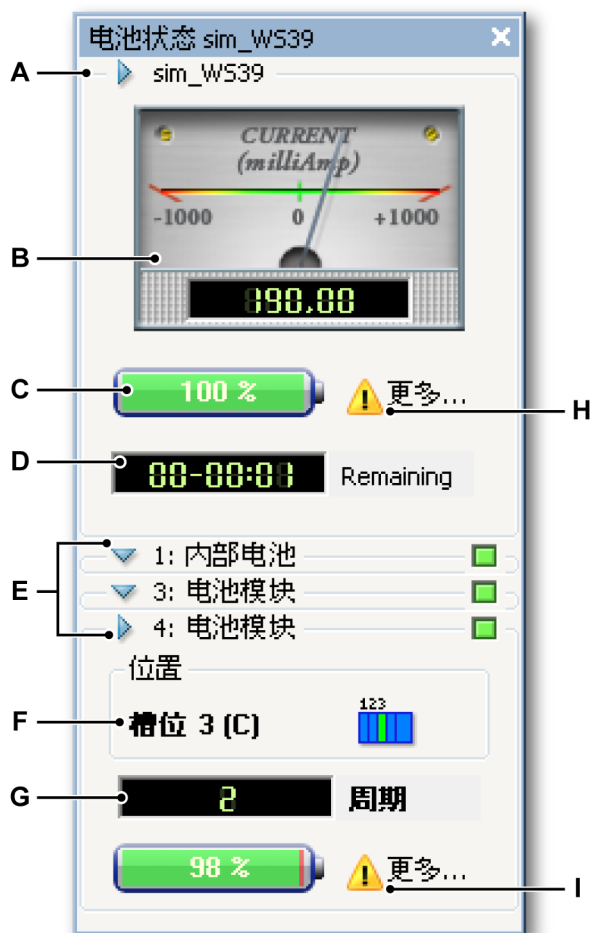
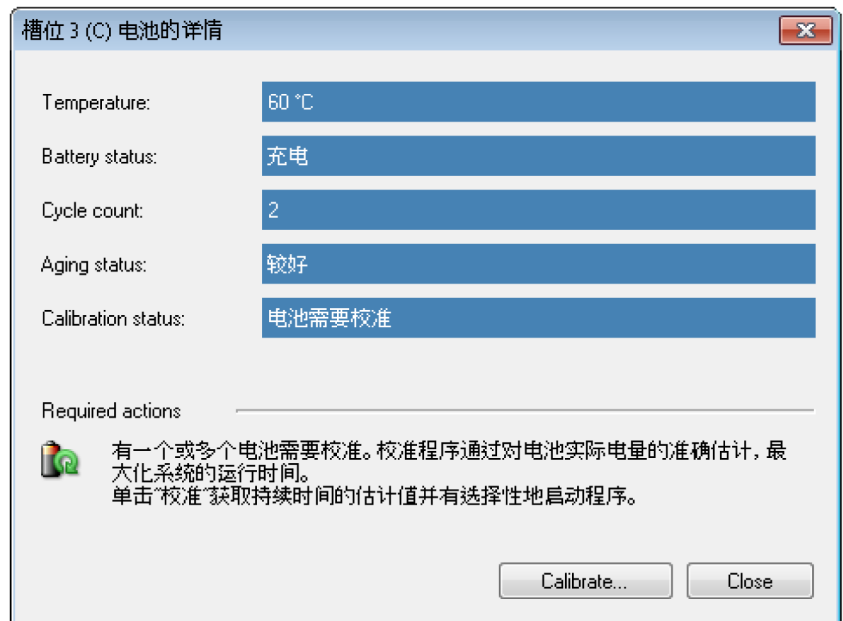

图 5.13: 电池状态面板
图 5.18: 槽位电池详情
H 电池状态详细信息 单击注意图标  (见图 5.13 "电池状态面板" 页 108)，将出现电池状态概况对话框。如图 5.15 中所示。
- I 插槽详细信息 单击注意图标  (见图 5.13 "电池状态面板" 页 108)。将出现槽位电池详情对话框，如图 5.18 中所示：